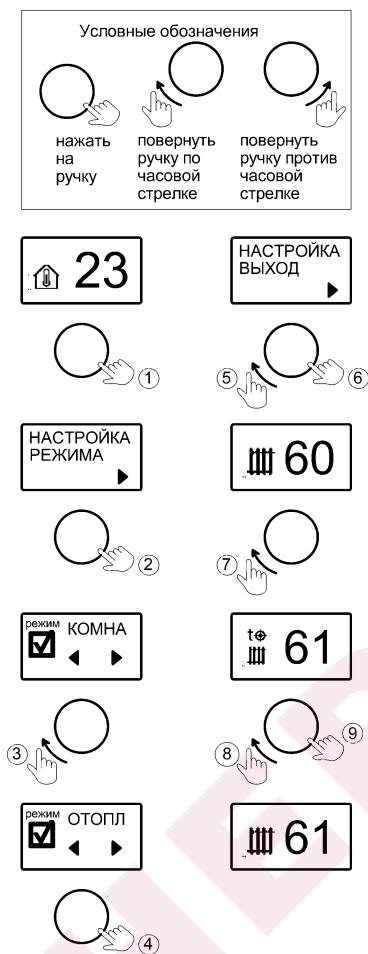

Рисунок 4. Выбор и настройка температуры режима «ОТОПЛЕНИЕ»
**9.1 «ОТОПЛЕНИЕ»** – режим поддержания температуры теплоносителя. Датчики температуры воздуха в алгоритме не участвуют. Заводская настройка температуры теплоносителя **70°C**. Активация режима и настройка температуры показана на рис.4. Температуру можно задать в диапазоне от +8°C до +85°C.
**10.1** Во вкладке «РЕЖИМ РАБОТЫ», выбирается основной режим работы прибора («ОТОПЛЕНИЕ», «КОМНАТНЫЙ», «УЛИЧНЫЙ») - см. рис. 4, рис.5, рис.6.